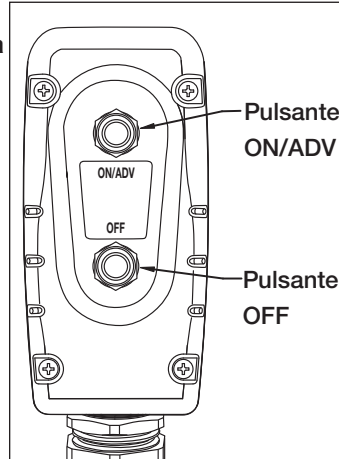

Figura 6, Pulsanti della tastierina
Vedere la Figura 6.
1. Per azionare la pompa, premere il pulsante "ON/ADV" della tastierina. Vedere la Figura 6. Il motore si avvierà automaticamente e la chiave continuerà ad avanzare fintanto che il pulsante è premuto.